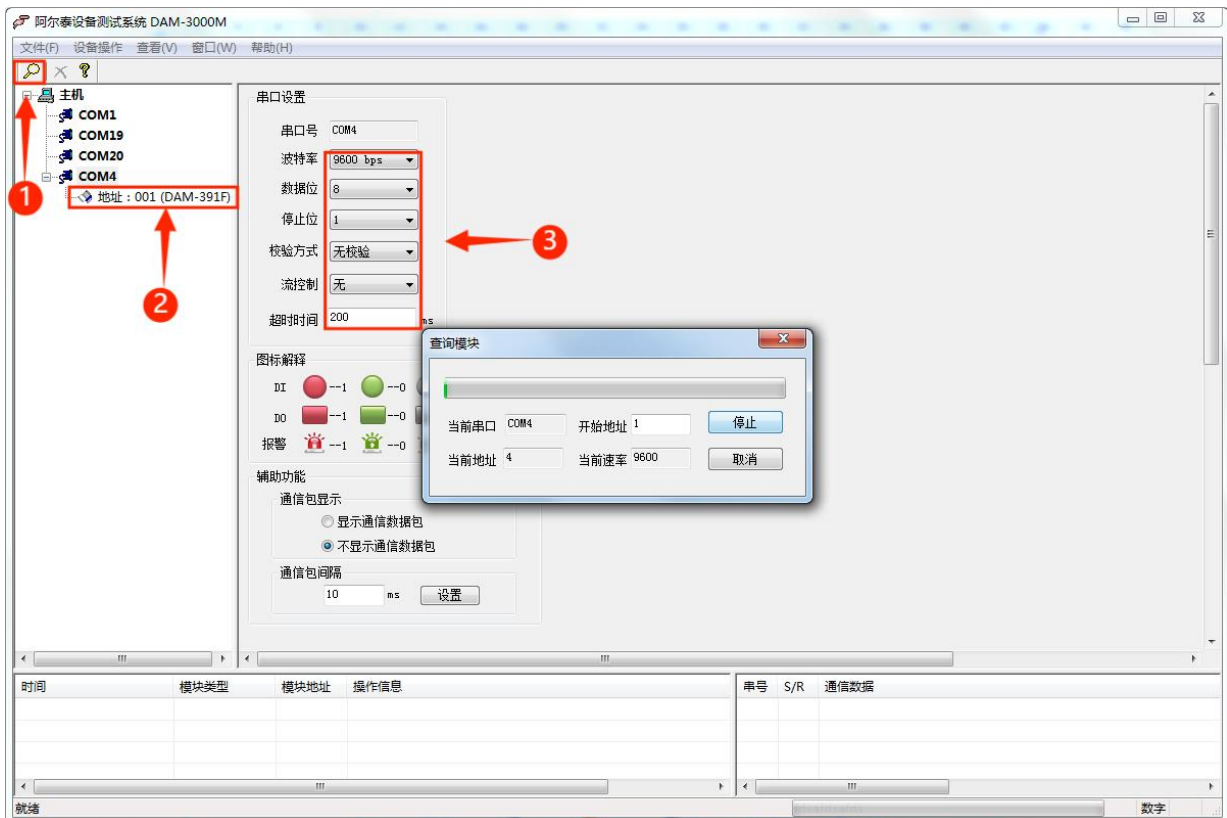

图 14
- 1) 连接好模块后上电，打开 DAM-3000M 高级软件，点击连接的串口，出现下面界面，点击如图 14-①弹出对话框，点击图 14-②后可进入参数界面，图 14-③可以选择设置搜索模块时的参数。